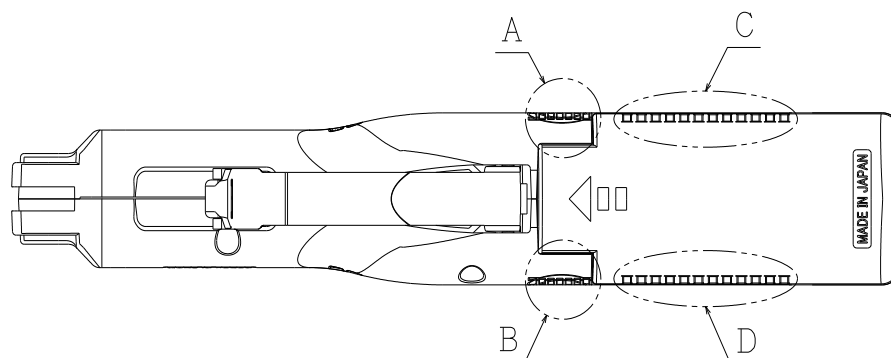

図 2
- (1) 本体が作動していない事、及び充電中でない事が確認して下さい。
- (2) 図2に示してあるA、Bの位置にある本体のクボミを押して下さい。